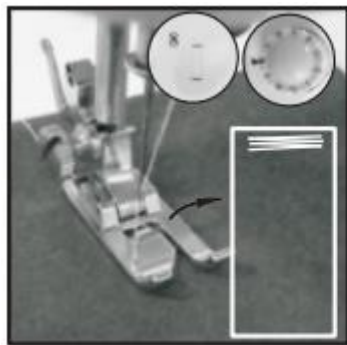

Fig. 17
2. Stellen Sie den Schalter auf "L" (niedrige Geschwindigkeit) und machen Sie 5-6 Stiche auf dem Stoff, danach halten Sie die Maschine an. (Bild 17)